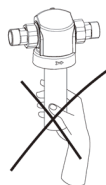

Fig 4: Sostituzione candele dei filtri
- Estrarre l'inserto sporco dal tessuto di supporto. Sostituire con l'inserto nuovo. Per motivi igienici non toccare l'inserto nuovo con le mani nude. (fig. 4)